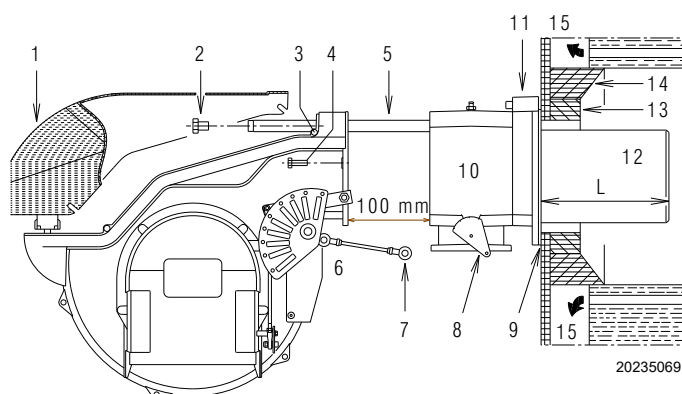

Рис. 10
Для котлов с передними оборотами дыма 1)(Рис. 10 на стр. 17), или с камерой инверсии пламени выполните защитное приспособление из огнеупорного материала 5) между футеровкой котла 2) и соплом пламени 4).
Отделите головку камеры сгорания от остальной части горелки (Рис. 10):
- После завершения этой операции прикрепите фланец 11)(Рис. 10) к плите котла, вставив прилагаемую изоляционную сетку 9)(Рис. 10).
На этом этапе установки головка сгорания крепится к котлу, как показано на Рис. 10 на стр. 17.